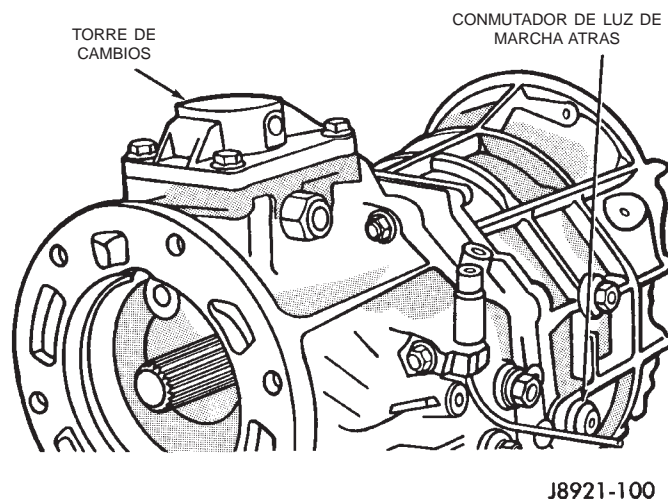

Fig. 48 Instalación del conmutador de luz de marcha atrás
(23) Instale un anillo O metálico nuevo en el conmutador de luz de marcha atrás.
(24) Instale el conmutador de luz de marcha atrás (Fig. 48). Apriete el conmutador con una torsión de 44 N·m (32,5 lbs. pie).
(25) Instale una junta nueva en la cubierta del adaptador/retenedor de cojinete trasero.
(26) Instale el sensor de velocidad del vehículo, si fuese necesario.
(27) Instale la cubierta del embrague, el cojinete de desembrague, la horquilla de desembrague y el collarín de retén.